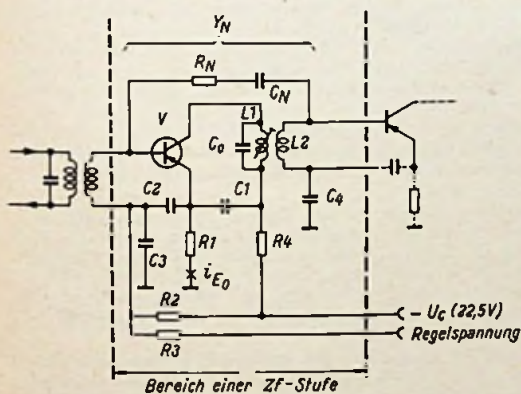

Bild 3. Zf-Stufe mit einem Telefunken-Transistor OC 602. Die Einzelteile haben nachstehende Werte:
Überträgt man die von der Röhre her gewohnte Schalttechnik auf den Transistor, so ergibt sich das Schaltbild gemäß Bild 3.
**Berechnung der Schaltung für  $f_z = 472 \text{ kHz}$ , Einzelstufe nach Bild 3**